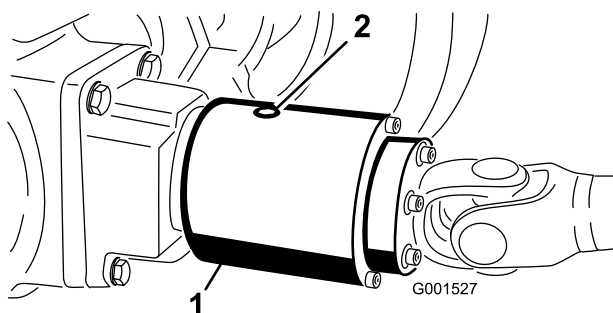

Figure 63
3. Tournez l'embrayage pour que le bouchon de vidange soit en bas (**Figure 63**).